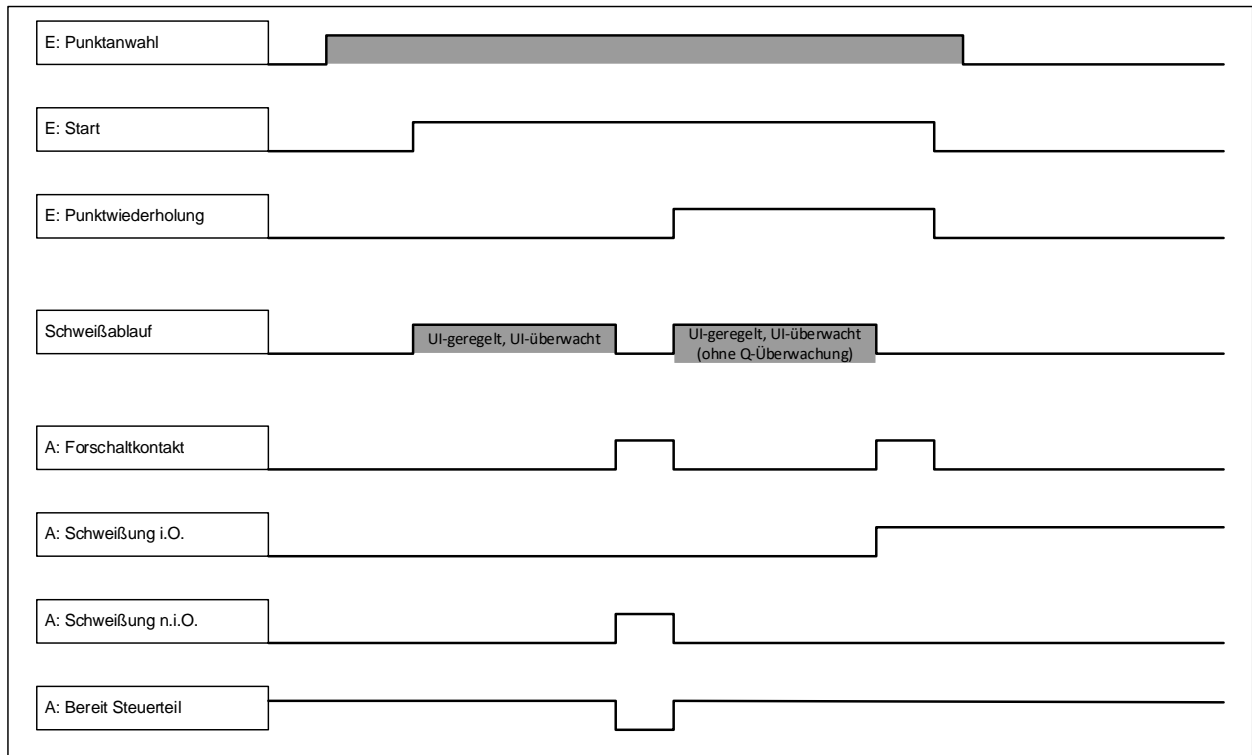

Abb. 5: Wiederholschweißung in Ordnung
- Wiederholschweiung in Ordnung (siehe Ablaufdiagramme Abb. 5):